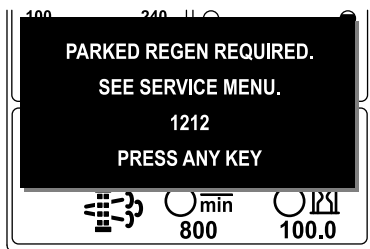

Figura 47
- É necessária regeneração em estacionamento AVISO N.º 1212 (Figura 47)